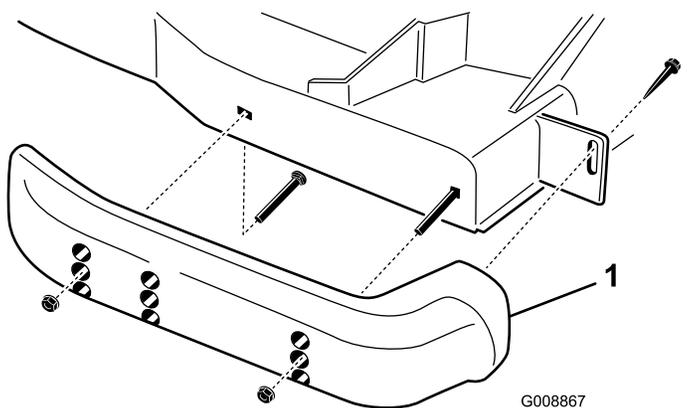

Figura 25
1. Afloje el tornillo situado en la parte delantera de cada patín (Figura 25).
2. Retire los pernos con arandela prensada y las tuercas de cada patín (Figura 25).